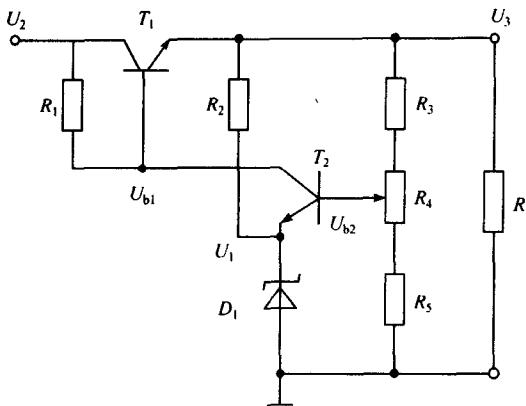

图 1-9 晶体管稳压电源
2. 图 1-9 是晶体管稳压电源。 $U_2$  是稳压电源输入电压,  $U_3$  是输出电压。指出参考输入电压、被控变量。简述工作原理,说明哪些元件起着放大、测量和执行元件的功能,并绘出系统元件框图。